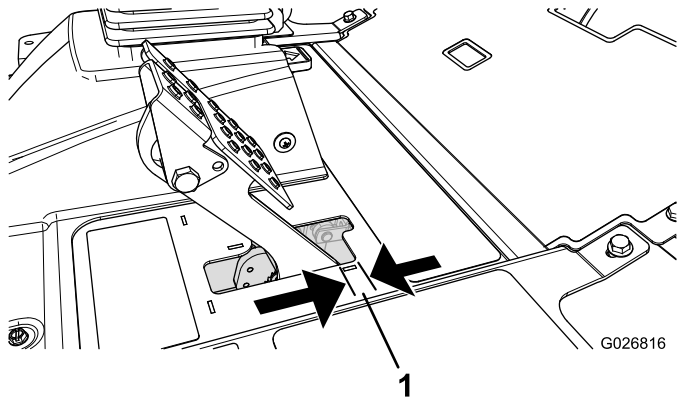

Figure 95
Régalez les freins si la garde à la pédale de frein est supérieure à 2,5 cm (1 po) (Figure 95) ou si la force de maintien offerte est insuffisante. La garde est la distance parcourue par la pédale de frein avant que le freinage soit ressenti.
2. Serrez l'écrou arrière afin de pouvoir déplacer le câble en arrière jusqu'à obtention d'une garde aux pédales de 6 à 13 mm ($\frac{1}{4}$ à $\frac{1}{2}$ po), avant que les roues se bloquent (Figure 95).